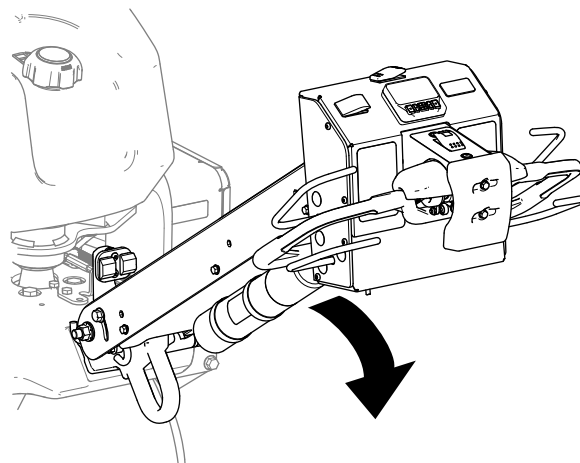

Figura 31
2. Coborâți bara de ghidare (Figura 31).